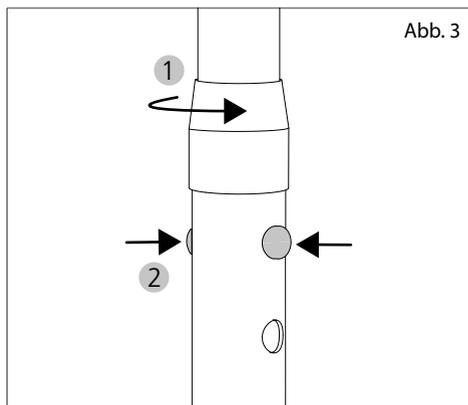

Abb. 3
1. Lösen Sie die Rohrhülse (1, Abb.3).
2. Drücken Sie die beiden Federstifte nach innen und drehen Sie das Griffrohr minimal zur Seite, so dass sich das Griffrohr verschieben lässt (2, Abb. 3).